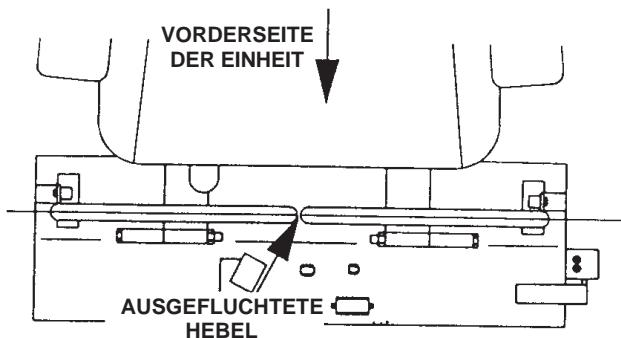

Bild 5
5. Verstellen Sie die Hebel, wenn die Hebelenden in der Fahrstellung aufeinander stoßen (Bild 5) (Hebel so weit wie möglich nach innen gedreht), indem Sie sie in die neutrale Sperrstellung nach außen bewegen und dann vorsichtig nach außen biegen. Bewegen Sie sie wieder in die Antriebsstellung und prüfen die Abstände. Wiederholen Sie die Schritte bei Bedarf.